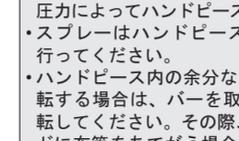

図 25
- ・ハンドピース内の余分なオイルを排出するために空運転する場合は、バーを取り外したまま 15 秒ほど空運転してください。その際、オイル飛散を防ぐため、ヘッドに布等をあてがう場合は、プッシュボタンを押さないように注意してください（図 25）。内部部品が破損し、バーが取り付けられなくなる恐れがあります。